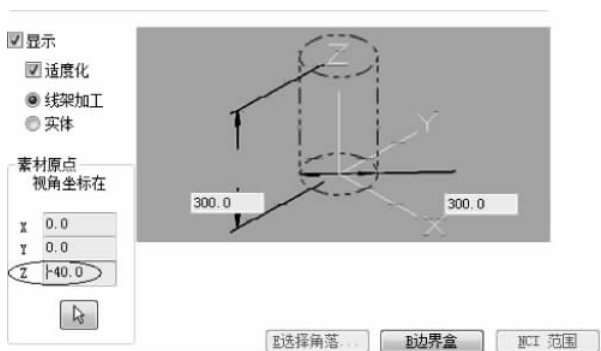
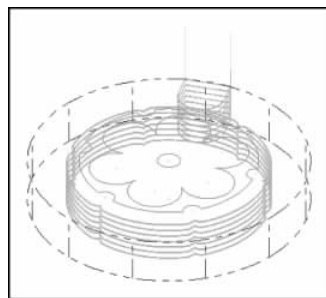

图 5-102 素材设置
图 5-103 工件轮廓
(9) 在弹出的“机器群组属性”对话框的“素材设置”选项卡中,设置“工件材料的形状”为“圆柱体”,工件 Z 向高度为 40,设置素材原点的视角坐标在(0,0,40),如图 5-102 所示。单击“确定”按钮,结束素材设置,工件轮廓如图 5-103 所示。